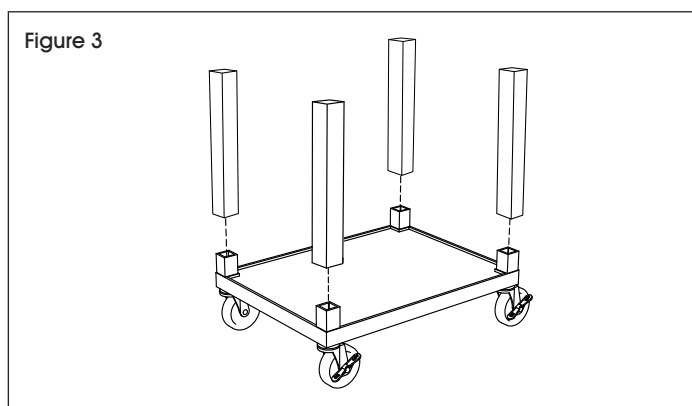

Figure 3
2. Verrouillez les roulettes pivotantes avec frein. Tapotez les grands supports au-dessus de la tablette inférieure à l'aide d'un maillet en caoutchouc. (Voir Figure 3)